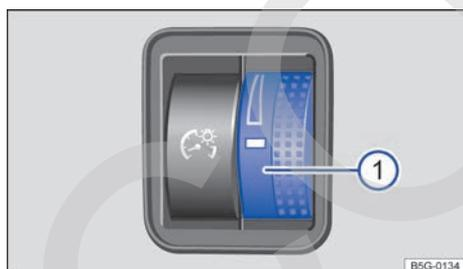

Fig. 89 Junto al volante: regulador de la iluminación de los instrumentos y los mandos ①.
En función del equipamiento del vehículo, la intensidad de la iluminación de los instrumentos y los mandos se puede regular sin escalonamientos girando el regulador → fig. 89 ① con las luces encendidas.